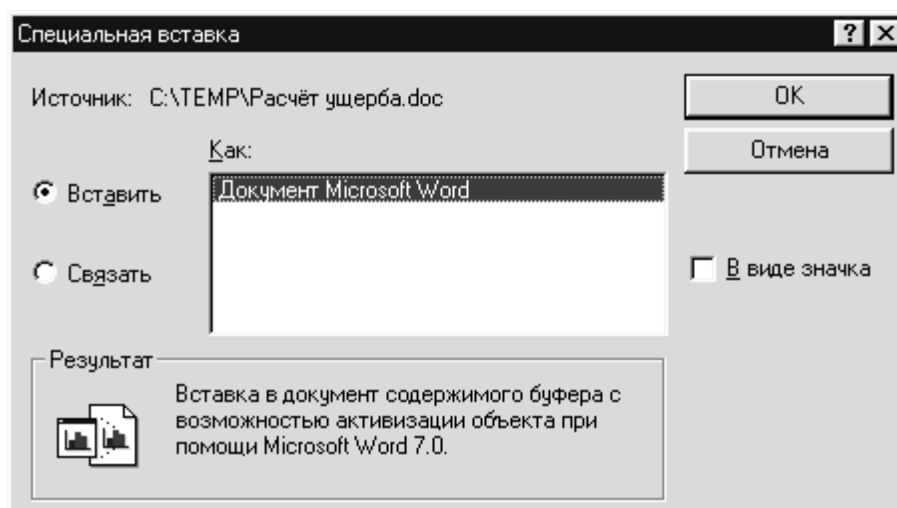

Рис. 90. Диалоговое окно “Специальная вставка”
- ✧ Выберите команду **Правка⇒Специальная вставка**. Появится диалоговое окно “Специальная вставка” (рис. 90).
Установите флажок “В виде значка” (рис. 90), чтобы внедренные данные отображались в **“МостИнфо”** в виде значка.
Создание связи между “МостИнфо” и фрагментом файла также просто, как копирование и вставка данных, описанные в разделе “Внедрение части файла” на стр. 103. Единственное отличие - установка переключателя “Связать” в окне “Специальная вставка” (см. рис. 90 на стр. 103).